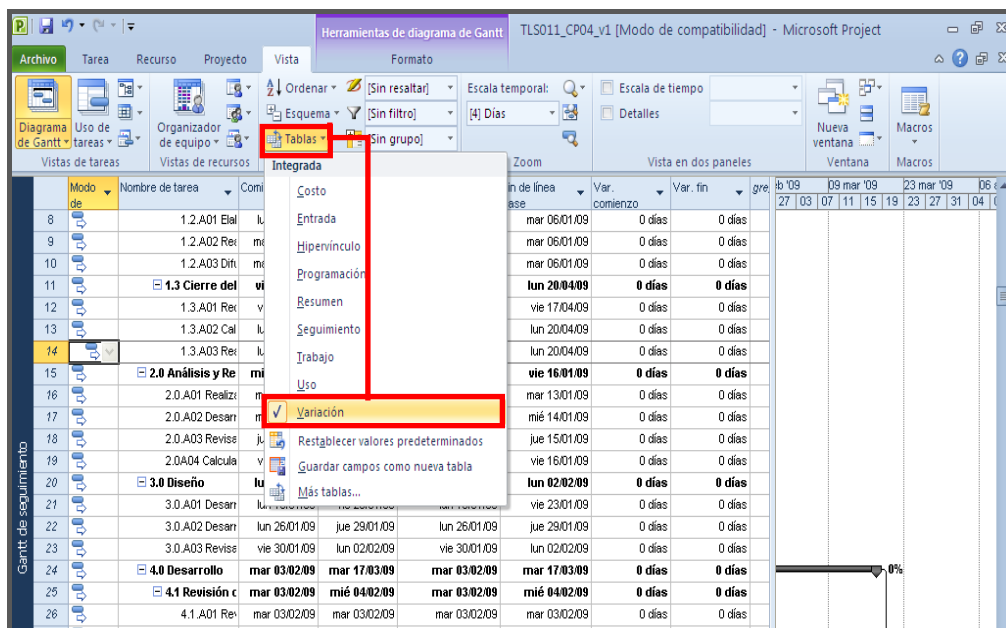

FIGURA 4: Utilizar la Tabla Variación para visualizar datos de la Línea Base.
1. Seleccione pestaña **Vista** » Grupo **Datos** » haga clic en la opción "Tablas", dentro de la lista desplegable seleccione la Tabla "Variación". A continuación en el área de texto, se mostrará columnas de los valores de la Tabla variación (Figura 4).